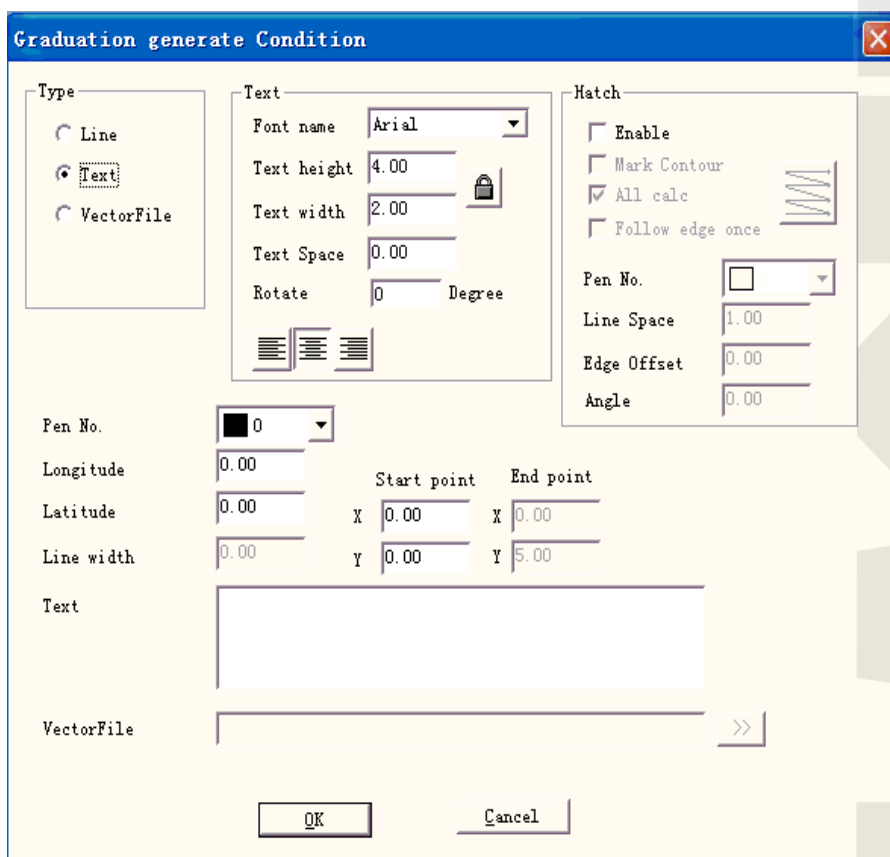

Figure 8-8
**2 этап:** нажмите пункт меню «**Круговая маркировка 2**», появится окно диалога, показанное на Рис. 8-8.
Нажмите «Add» (добавить) для перехода в режим редактирования шара, Рис. 8-8.